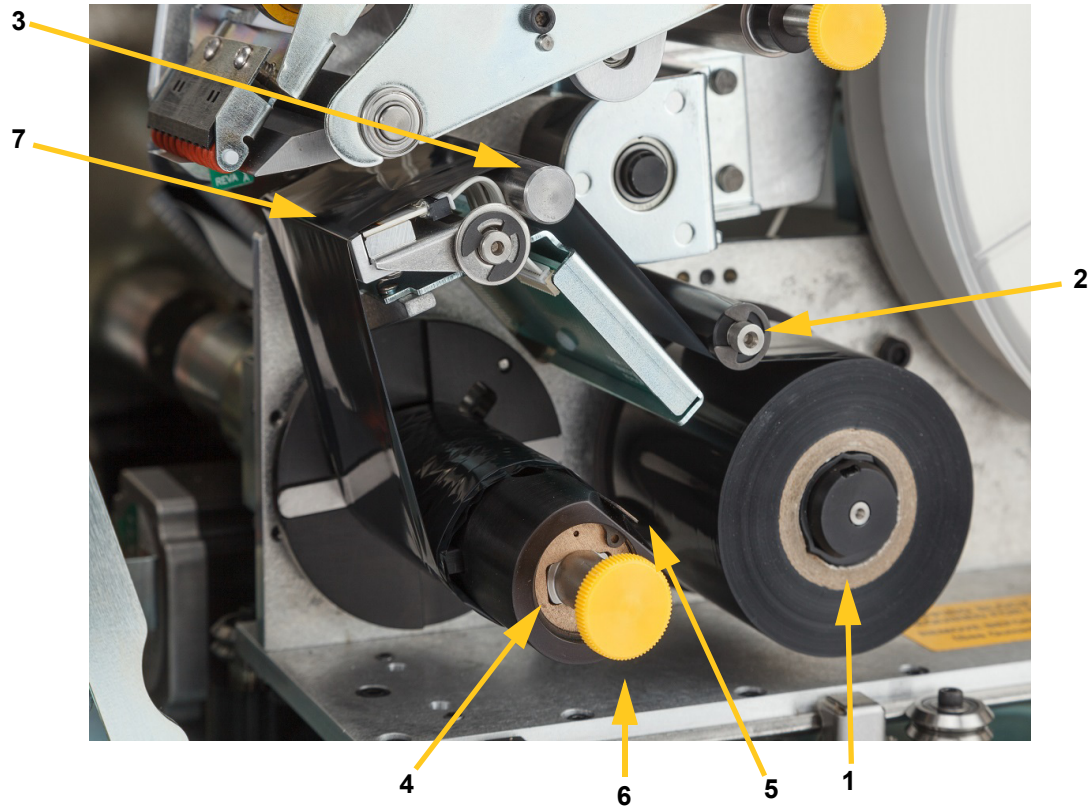

Figura 4-4. Componentes que conforman la ruta de la cinta
- Pase la cinta por debajo del rodillo guía y por encima de la barra guía y el cabezal de impresión. Consulte Figura 4-4 en la página 23.
- Meta la cinta por debajo del enganche (A) tal y como se muestra hasta que haya pasado del gancho aproximadamente 25,4 mm (1 pulgada).
- Gire el mando rotatorio (B) del carrete tensor hacia la izquierda hasta que la cinta se alimente en el carrete tensor varias veces para asegurarse de que no se deshile.